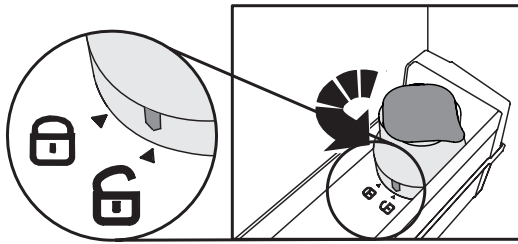

Fig.3
- Desbloqueie o filtro rodando-o na direção contrária à dos ponteiros do relógio (Fig. 3).
(pode seguir o procedimento indicado nas secções "Ativação do filtro de carvão" e "Instalação do filtro" - **Fig. 3, 4, 5, 6, 7, 8**).